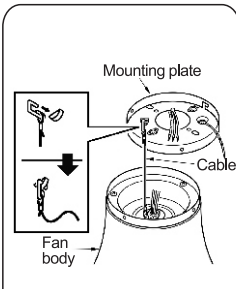

Fig.3
Paso 2: Enganche el cable en la placa de montaje como se muestra en el dibujo para su posterior instalación (Fig. 3)